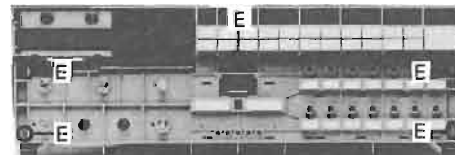

Fig. 2.5
2.5 Bedienungseinheit ausbauen (Fig. 2.5)